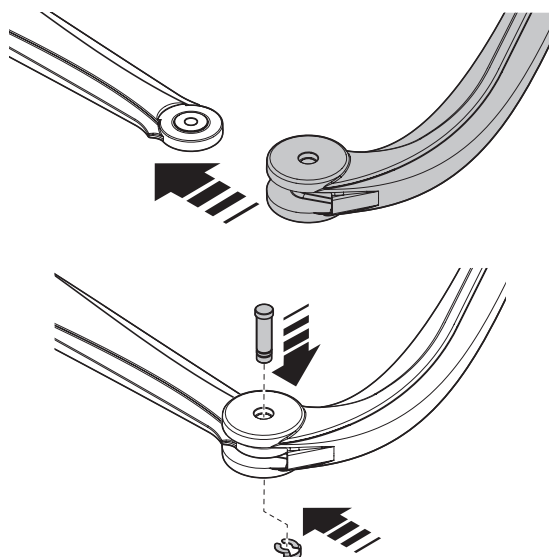

Fig. 9
02. Fixez les deux bras entre eux avec l'axe et le seger **fig. 9** ;